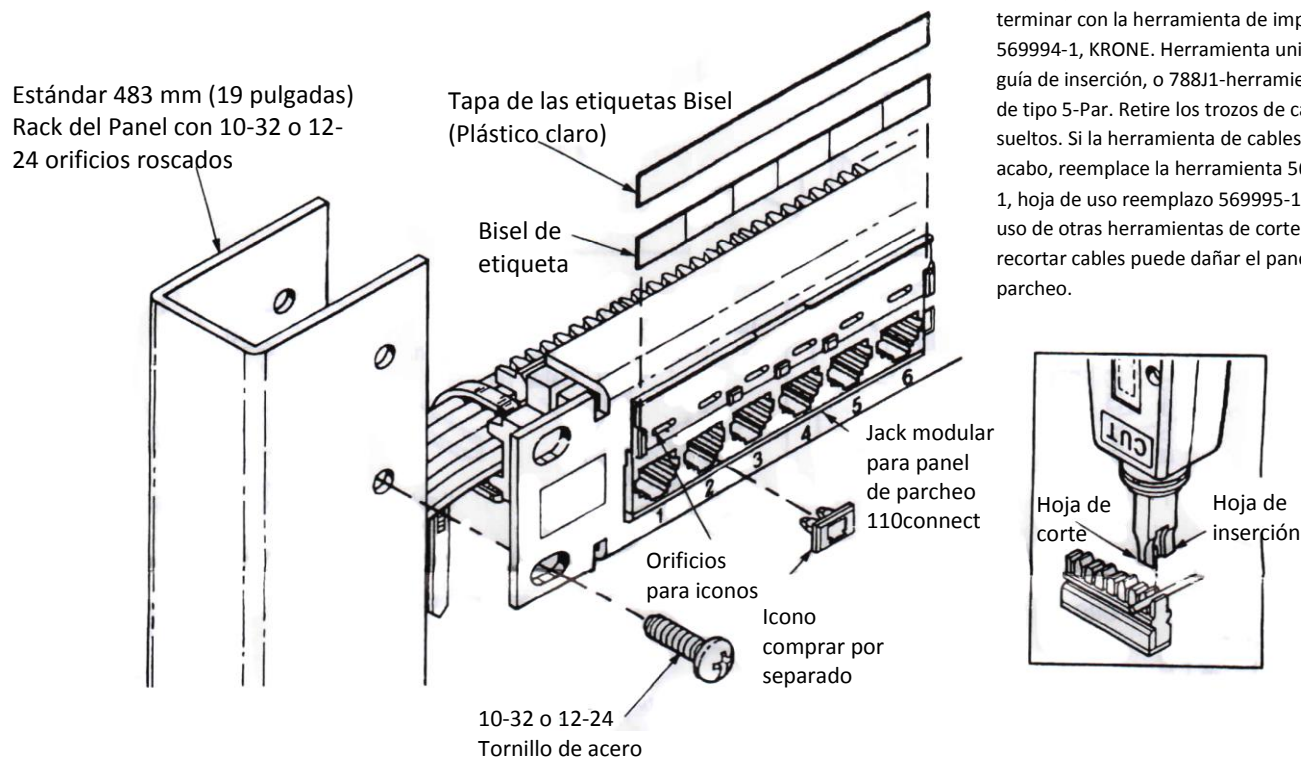

Figura 1
Los paneles se pueden montar en cualquier estándar de 483 mm (19 pulgadas). Equipo rack o gabinete de comunicación, como se muestra en la figura 1.
- Se agregó una nota en la figura 1